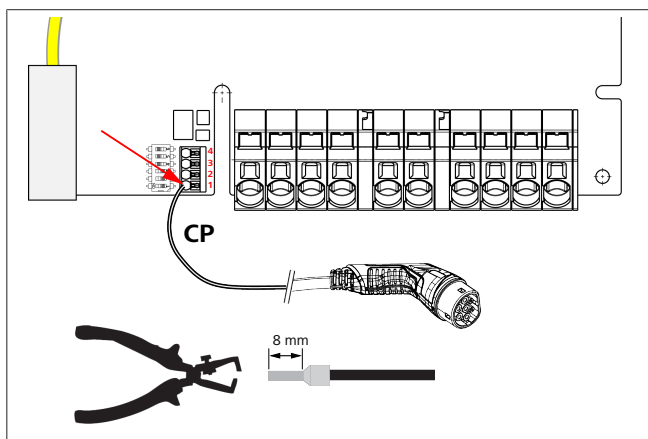

Fig. 7
- Con ayuda de un destornillador plano (3,5 mm), conecte los extremos de los conductores individuales en el bloque de bornas derecho con la inscripción «OUT», según se muestra en Fig. 7.